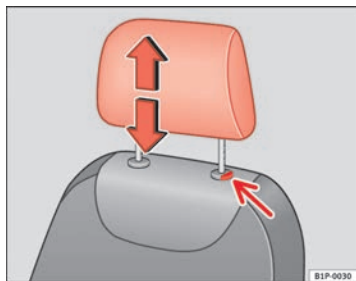

Abb. 90 Kopfstütze einstellen oder ausbauen
- Drücken Sie die Taste ⇒ Abb. 90 (Pfeil).